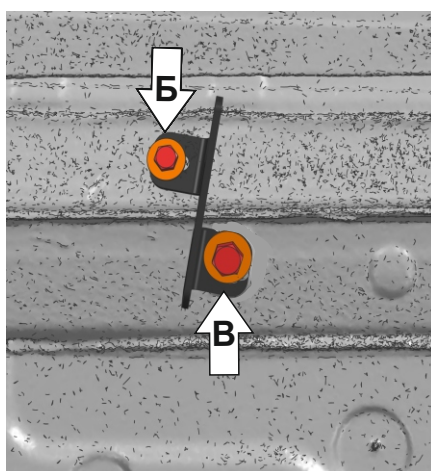

Рис. 5
6. Средний кронштейн установить, как показано на (Рис. 5). Переднюю часть закрепить болтом M8x30 с шайбой 8 ув. (Б), заднюю часть закрепить болтом M10x30 с шайбой 10 ув. (В).